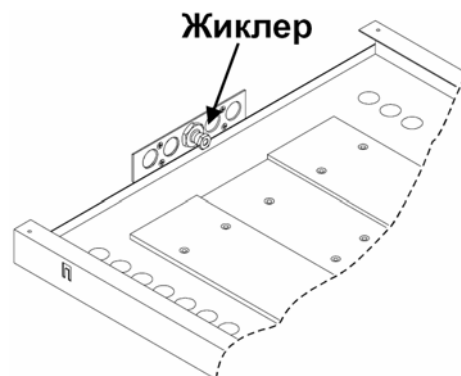

Рис.10
- специальным торцевым ключом для жиклеров или 7 мм торцевым ключом отвинтите жиклер горелки духовки (рис. 10) и замените его подходящим для нового типа газа (см. табл. 1).